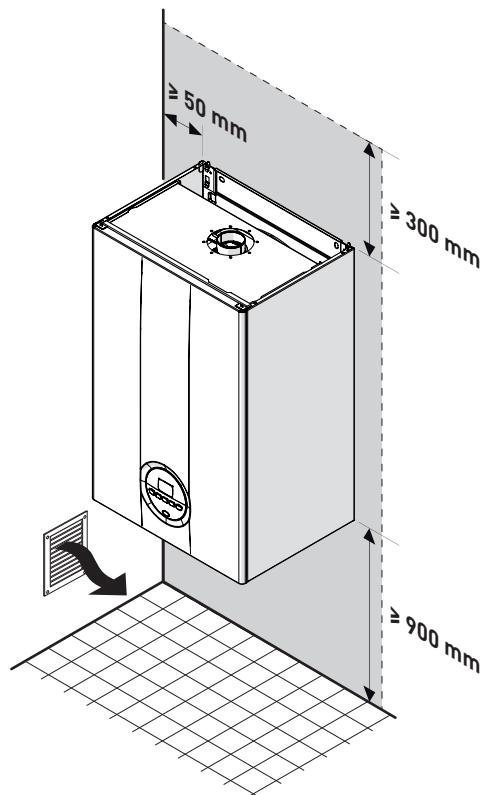

Fig. 10
- Tenga en cuenta los espacios necesarios para poder acceder a los dispositivos de seguridad/regulación y para poder llevar a cabo las tareas de mantenimiento (véase Fig. 10).